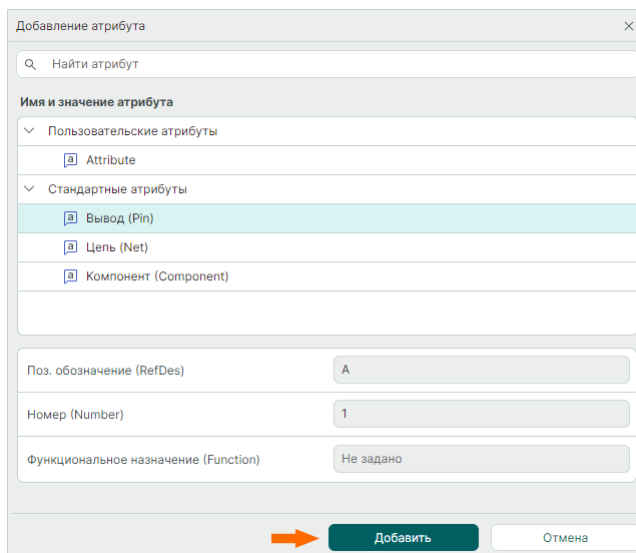

Рис. 329 Кнопка «Добавить»
3. Нажмите «Добавить», см. Рис. 329.